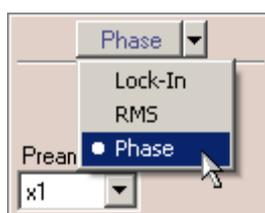

Рис. 9-4
3. На панели детекторов из раскрывающегося списка выберите фазовый детектор (Рис. 9-4).